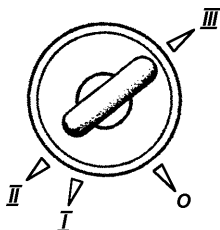

Рис. 3.4. Положение ключа в выключателе зажигания (наименование позиций см. в тексте)
**33 -выключатель зажигания (УАЗ-315148 - выключатель пуска двигателя) (рис. 3.4).** Выключатель замка зажигания закреплен на рулевой колонке болтами с отрывной головкой для предотвращения демонтажа замка зажигания с противоугонным устройством обычными ключами. На заводе головки болтов не отрываются с целью сохранения возможности снятия замка с рулевой колонки в предпродажный период. Потребитель должен сам принять решение о необходимости отрыва головок болтов.